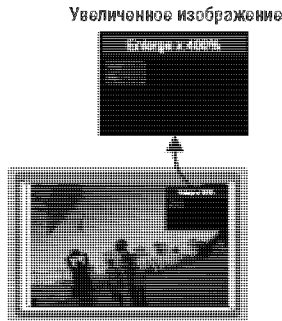

Рис. 21. Окно параметров увеличения
Коэффициент увеличения и положение увеличиваемого фрагмента изображения отображаются в небольшом полупрозрачном всплывающем окне, которое появляется в правом верхнем углу экрана (рис. 21):
- с помощью кнопок «ZOOM +» и «ZOOM –»1 инфракрасного пульта дистанционного управления (рис. 44). Во всплывающем информационном окне на экране непрерывно отображаются коэффициент увеличения и положение увеличиваемого фрагмента (рис. 21);